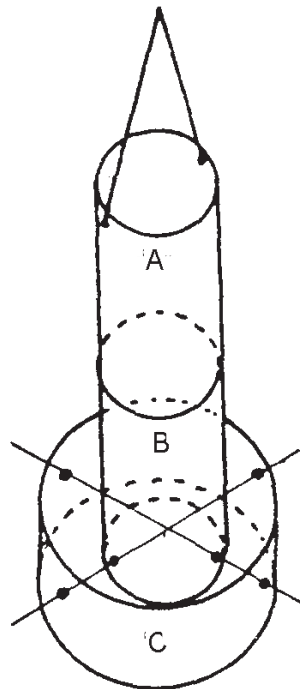

Figura 12
- Introduce los dos alambres a través de las perforaciones de la lata C y B. La forma en que deben quedar las latas A, B y C te la muestra la figura 12.